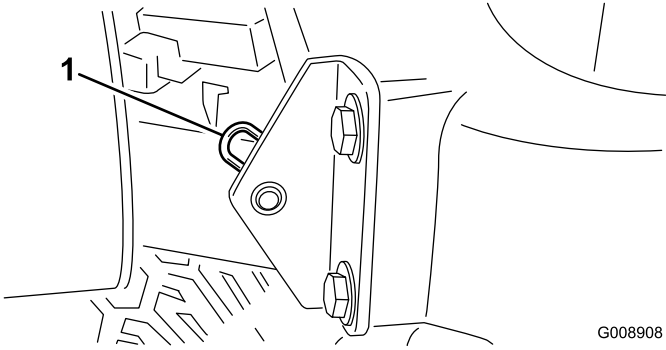

Figura 35
2. Tire o perno de gancho que fixa a articulação do capot aos suportes de montagem (Figura 35).